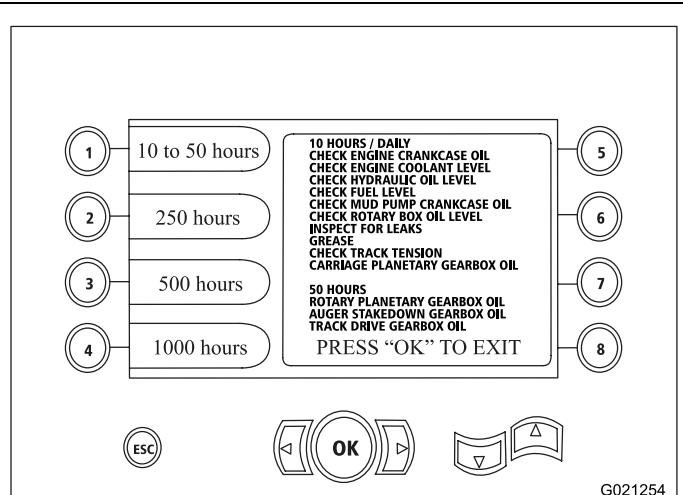

Figura 24
- Botão 1 – programação de manutenção de 10 horas e 50 horas (Figura 24)